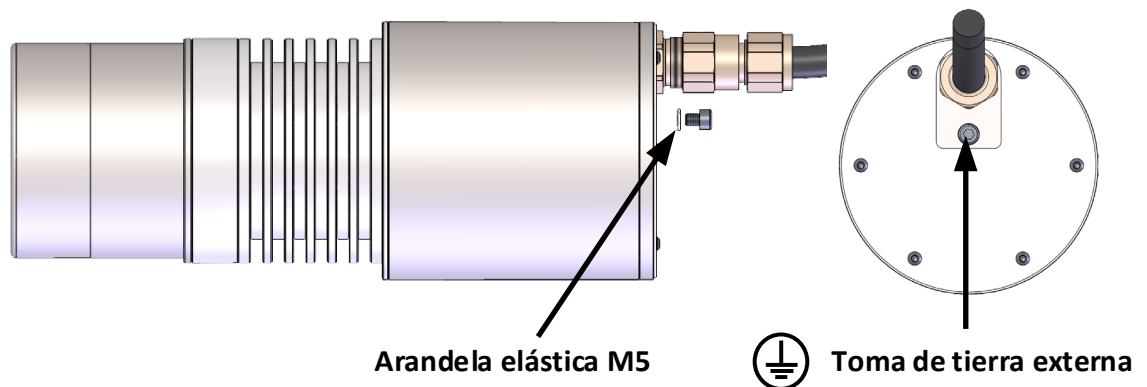

Ilustración 4: Toma de tierra externa
- Asegúrese de que el sensor, los componentes de montaje y la carcasa disponen de una conexión a una toma de tierra adecuada. El sensor debe conectarse a la toma de tierra mediante un conductor de cable de $\geq 4 \text{ mm}^2$ (11 AWG). La arandela elástica M5 suministrada debe usarse al conectar el cable de tierra (Ilustración 4).